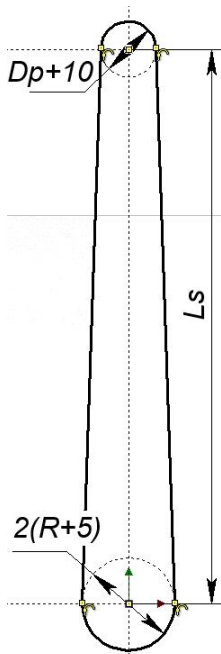

Рис. 2.7 – 3D профиль тела шатуна
2.4.1 Создайте «3D деталь»  и сохраните её в рабочую папку, например, как «лр2 Шатун». Выберите плоскость «Вид слева» и создайте на ней 3D-профиль, показанный на рис. 2.7, используя команду «Чертить»  панели 3D Модель. Например, создайте оси  и вспомогательную горизонтальную прямую на высоте L_s . Постройте в нижней и верхней части окружности  нужного диаметра. Проведите соединяющие их наклонные отрезки . Они должны быть касательными к окружностям. Затем отрежьте части окружностей внутри контура инструментом «Обрезка»  панели «Эскиз».